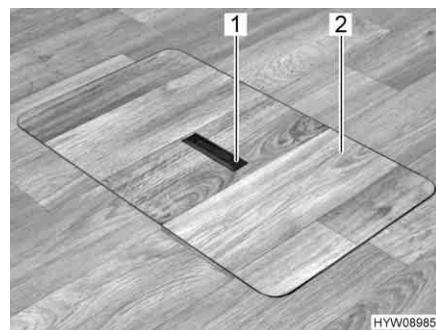
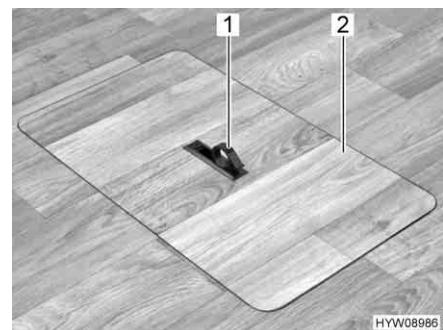

Fig. 48 Copertura vano pavimento
Fig. 49 Copertura vano pavimento
- Spingere la piastra di presa (Fig. 48,1) verso il basso da un lato. La maniglia (Fig. 49,1) viene ruotata verso l'alto.
- Alzare la copertura (Fig. 49,2).
- Collocare la copertura (Fig. 49,2) nell'intelaiatura presente sul fondo.